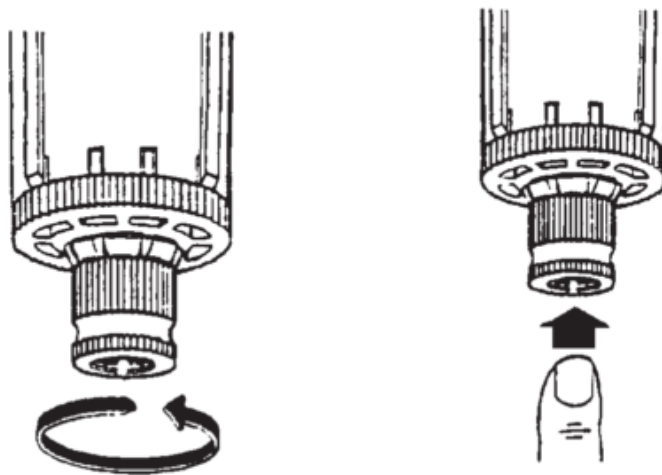

Abb. 5: Ablassen Kondenswasser aus Filter/Druckregler
- ♦ Lassen Sie das Kondenswasser aus dem Filter/Druckregler (Abb. 5:). Dabei muss der Tank unter Druck stehen.
- ◆ Lassen Sie das Kondenswasser aus dem Filter/Druckregler (Abb. 5:). Dabei muss der Tank unter Druck stehen.
- ◆ Lassen Sie das Kondenswasser aus dem Filterdruckminderer (Abb. 5:). Dabei muss der Tank unter Druck stehen.